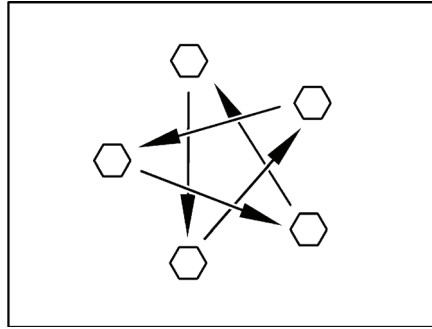

Bild 306 Radmuttern oder Radschrauben über Kreuz anziehen
- Radmuttern oder Radschrauben regelmäßig auf festen Sitz prüfen. Radmuttern oder Radschrauben eines ausgewechselten Rades nach 50 km über Kreuz nachziehen (Bild 306).
- ▷ Radmuttern oder Radschrauben über Kreuz anziehen (Bild 306).